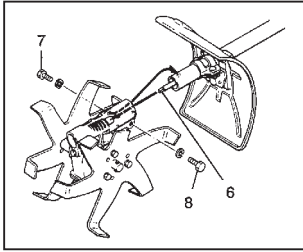

Fig. 4
- 3) Install Mini-culti. unit onto the pipe end where gear case has been removed from by aligning drive shaft (6) and squared or splined hole in gear case. If drive shaft does not fit into the hole, try to turn the whole unit slightly right and left. (Fig. 4)
- 4) Once the unit is completely inserted, meet the locking hole of pipe and that of gear case, tighten the lock screw (7) in the hole and pipe tightening screws (8) in order. (Fig. 4)
- 3) Montieren Sie die Ackerfräse auf das Rohrende, von dem das Getriebegehäuse entfernt wurde, indem Sie die Antriebswelle (6) an der Vierkant- bzw. Keilbohrung im Getriebegehäuse ausrichten. Falls die Antriebswelle nicht in die Bohrung passt, versuchen Sie, das gesamte Gerät etwas nach rechts bzw. links zu drehen. (Abb. 4)
- 4) Sobald das Gerät vollständig eingeschoben ist, bringen Sie die Verriegelungsbohrung des Rohres und die des Getriebegehäuses zur Deckung. Ziehen Sie danach die Konterschraube (7) in der Bohrung sowie die Festspannschraube des Rohres (8) an. (Abb. 4)